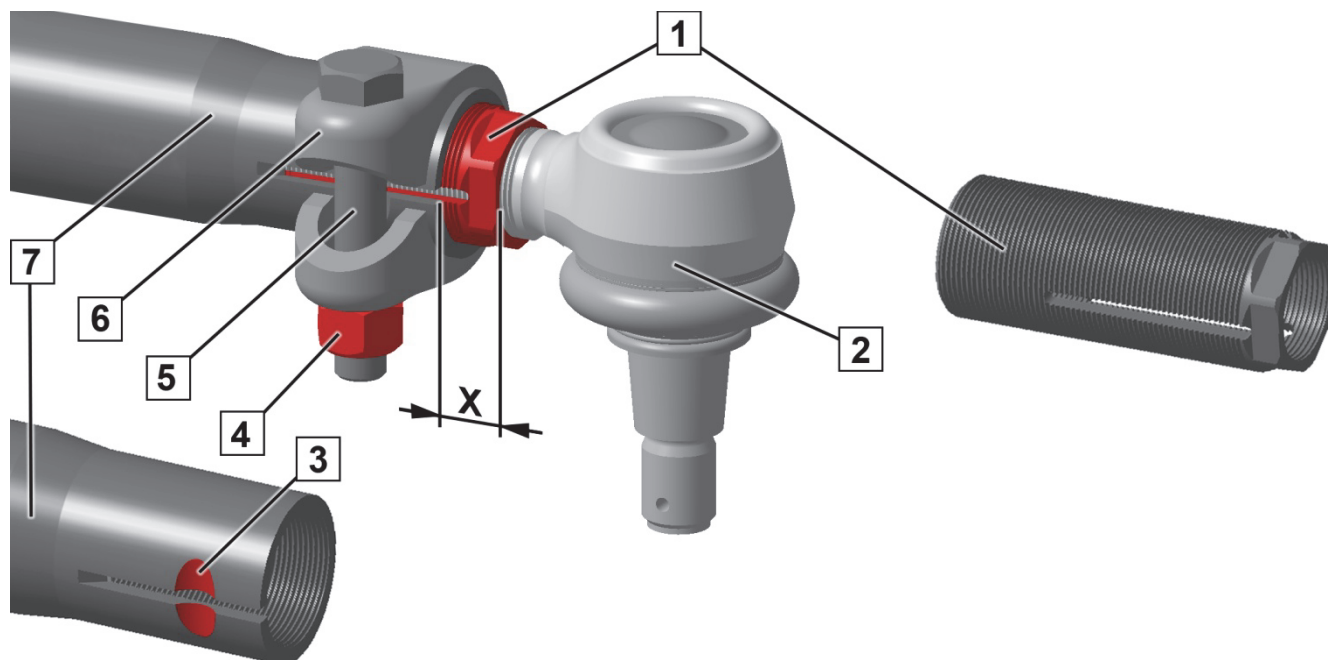

Fig. 1: Finjusteringssystem
Etter innstillingen av sporet må gjenghylsen (1) stikke ut av røret (7) med målet X. Mål X (fig.1):